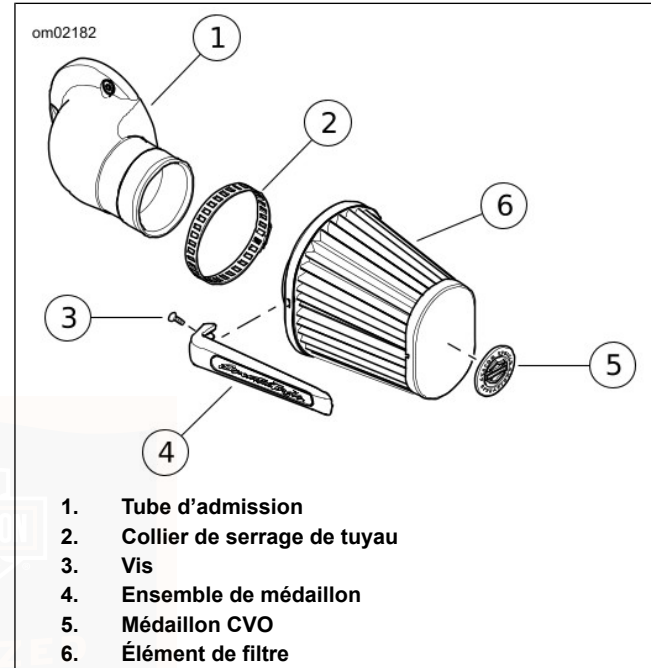

Figure 49. Filtre à air
2. Voir Figure 49. Séparer le filtre du tuyau d'air (1).
3. Déposer la vis (3) et la barre de médaillon (4).
Voir Figure 49. Si le filtre à air doit être remplacé, retirer le médaillon CVO (5) de l'ancien filtre à air. Installer le médaillon CVO sur le nouveau filtre. Contacter un concessionnaire Harley-Davidson.
1. Voir Figure 49. Poser la barre de médaillon (4) et la vis (3).
2. Installer le filtre à air (6) avec le collier sur le tube d'admission (1) jusqu'à ce qu'il ait pénétré complètement dans la rainure.